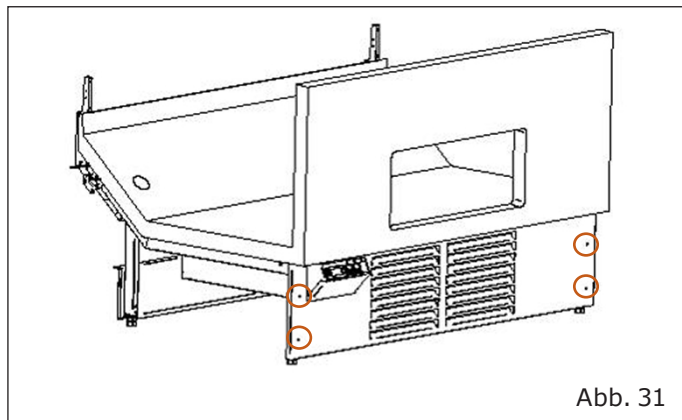

Abb. 31
- Entfernen Sie die Schutzabdeckung, indem Sie die Schrauben an den markierten Stellen entfernen (Abb. 31).